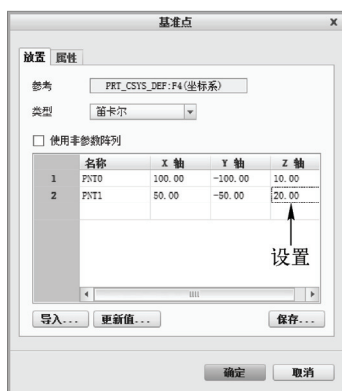

图 5-68 设置参数
STEP 03 弹出“基准点”对话框，在绘图区中的坐标系上单击鼠标左键，在“基准点”对话框的“参考”列表框中，显示创建的穿过坐标系的参考，在“使用非参数矩阵”列表框中，依次单击两个单元格，创建两个偏移点，并设置相应的参数值，如图 5-68 所示。